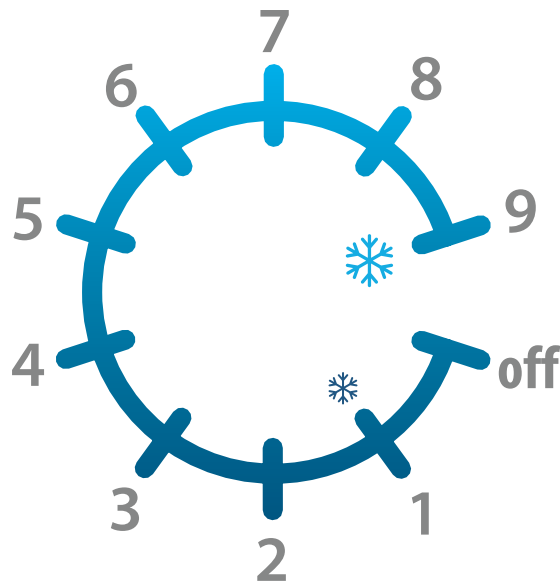

Fig. 2. Ajustes de la perilla de control de temperatura. 1 es el ajuste de mayor temperatura; 9 el de menor temperatura.
Uno (1) es el ajuste de mayor temperatura; nueve (9) el de menor temperatura. Véase la fig. 2.